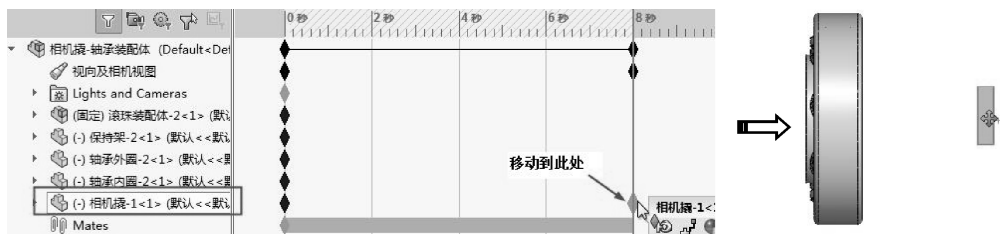

图 8-32 移动相机撬
- 19 拖动相机撬 0 秒处的键码点到 8 秒处，通过【移动零部件】工具  将相机撬模型平移至如图 8-32 所示位置。